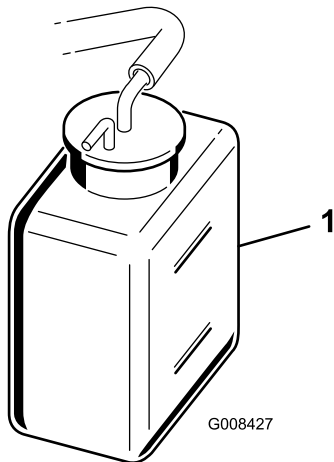

图28
2. 检查冷却液液位图28。发动机冷却时、液位应介于备用水箱的上下两条线之间。